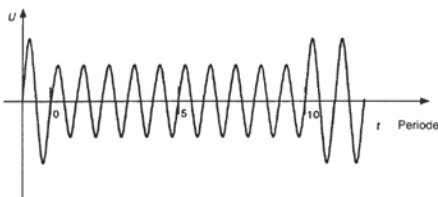

Bild 1: Spannungseinbrüche
- Spannungseinbrüche** Die Umschaltung zwischen der Bemessungsspannung U_1 und der geänderten Spannung U_2 (U_2 immer $\leq U_1$) erfolgt immer sprunghaft. Sie kann - einstellbar - bei jedem Phasenwinkel der Netzspannung beginnen oder enden. Normativ wird auf 40%, 70% und 80% geprüft. Dieser Test erfordert die Einspeisung einer phasengleichen Spannung U_2 an der Rückseite des Gerätes. Ein Stufentrafo (VIS 740) mit ausreichender Leistung erfüllt die normativen Anforderungen. **Bild 1**
Spannungseinbrüche (Bild 1)